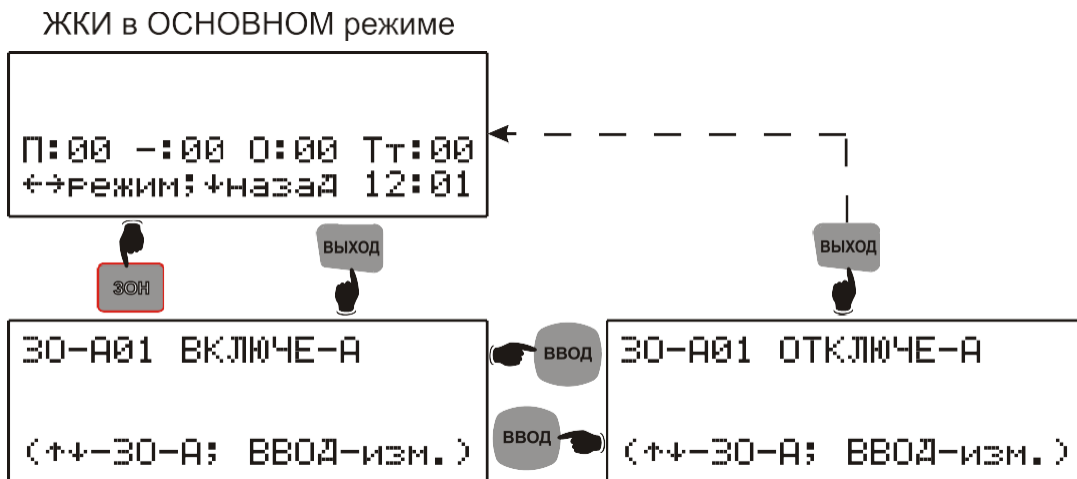

Рисунок 13 - Меню прибора «ОТКЛЮЧЕНИЕ ЗОНЫ».
6.4.1. Отключение и включение ЗОН прибора производится в отдельном меню прибора «ОТКЛЮЧЕНИЕ ЗОНЫ», вызываемого нажатием кнопки «ВКЛЮЧЕНИ/ОТКЛЮЧЕНИЕ ЗОН», см. рисунок 13. Кнопками «▲» и «▼» выбирается ЗОНА1...32 или ЗОНА1...64, если установлен АУРП1...4, а кнопкой «ВВОД» - включается или отключается.